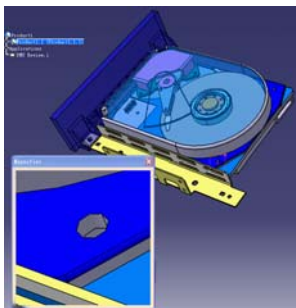

图 11-6
□ 用新的小窗口放大某一部位的命令 。点击  +  键后用鼠标选择模型的某一部位，模型以该部位为中心移动，并显示小窗口放大该部位（见图 11-6）。